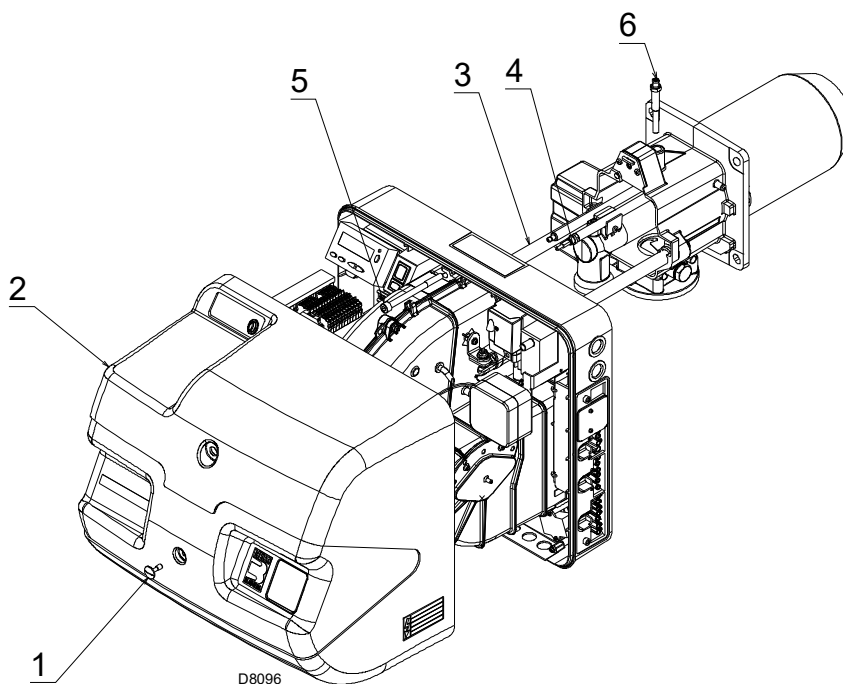

Fig. 36
- Allentare la vite 1)(Fig. 36) e togliere il cofano 2).
- Togliere la vite 5)(Fig. 36) ed arretrare il bruciatore sulle guide 3) per circa 100 mm.
- Avvitare la vite 5)(Fig. 36) e tirare delicatamente verso l'esterno i cavi di sonda ed elettrodo, fino a metterli in leggera tensione.